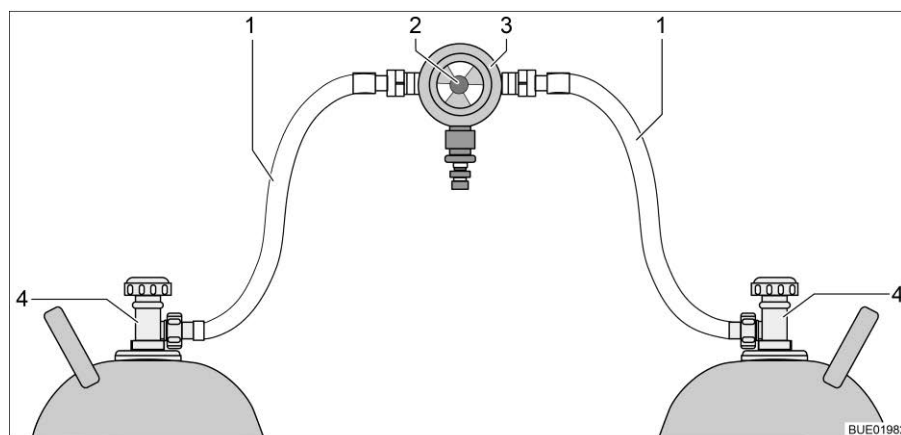
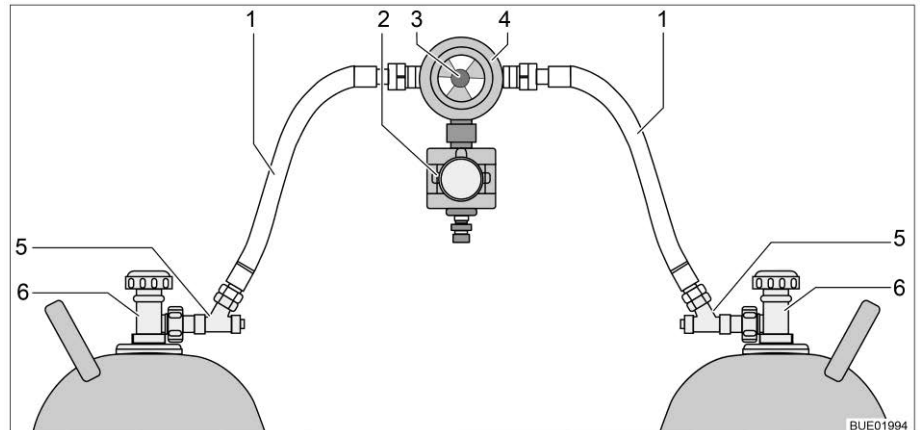

Fig. 177 Impianto di commutazione per bombole del gas
Fig. 178 Impianto di commutazione per bombole del gas con CPU
L'impianto di commutazione per bombole del gas è formato da un regolatore di pressione del gas combinato con valvola di commutazione e indicazione (Fig. 177,3). L'impianto di commutazione per bombole del gas è montato tra i due tubi del gas (Fig. 177,1).
L'impianto di commutazione per bombole del gas è formato da un regolatore di pressione del gas combinato con valvola di commutazione e indicazione (Fig. 178,4) e una elettrovalvola (Fig. 178,2). In caso di frenata brusca, incidente o inclinazione straordinaria, l'elettrovalvola blocca l'alimentazione del gas al veicolo. L'impianto di commutazione per bombole del gas è montato tra i due tubi del gas (Fig. 178,1) con dispositivi antirottura del tubo flessibile (Fig. 178,5).
L'impianto di commutazione per bombole del gas garantisce una pressione del gas costante, indipendentemente da quale bombola provenga l'alimentazione del gas. L'indicatore nella valvola di commutazione indica il livello di riempimento della bombola in uso. Se l'indicatore è verde, il rifornimento di gas viene fatto dalla bombola in uso. Quando l'indicatore è rosso, la bombola in uso è vuota. Il rifornimento di gas avviene poi tramite la bombola di riserva. Con la manopola (Fig. 177,2 o Fig. 178,3) sull'impianto di commutazione per bombole del gas è possibile stabilire quale delle bombole del gas viene utilizzata come bombola in uso e quale come bombola di riserva.
Sulla centralina di controllo (Fig. 179) possono venire azionate solo le funzioni elettriche. Le valvole principali di arresto delle bombole del gas (Fig. 177,4 o Fig. 178,6) devono essere aperte manualmente.
- Aprire le valvole principali di arresto delle bombole del gas (Fig. 177,4 o Fig. 178,6).
- Premere i dispositivi antirottura del tubo flessibile (Fig. 178,5) uno dopo l'altro per 10 secondi.
- Con la manopola (Fig. 177,2 o Fig. 178,3) sull'impianto di commutazione selezionare la bombola del gas, da cui deve provenire la principale alimentazione del gas (bombola in uso). Girare la manopola fino all'arresto.
- Chiudere le valvole principali di arresto delle bombole del gas (Fig. 177,4 o Fig. 178,6).